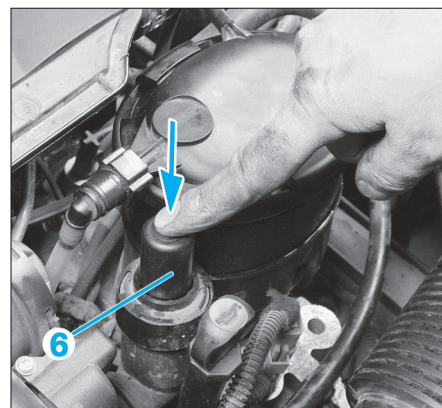

FIG. 35
- appuyer plusieurs fois sur la pompe manuelle (6) jusqu'à sentir une résistance (20 fois maxi) afin de remplir la cuve et d'amorcer le circuit de carburant (Fig.35).
- Actionner plusieurs fois la pompe d'amorçage manuelle (6) pour évacuer l'eau contenue dans le filtre à carburant (Fig.35).
- Appuyer plusieurs fois sur la pompe manuelle (6) jusqu'à sentir une résistance (20 fois maxi) afin de remplir la cuve et d'amorcer le circuit de carburant.